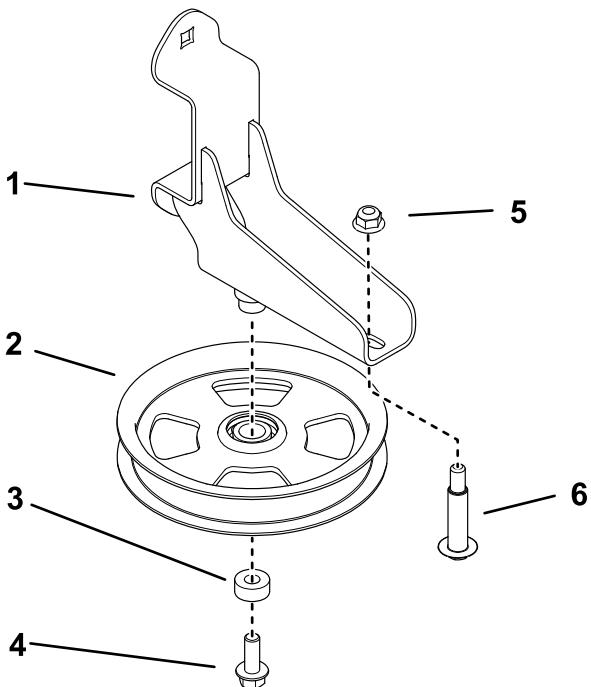

Figure 5
1. Fixez la poulie de tension sur la patte de montage à l'aide du boulon à tête hexagonale à embase et de l'entretoise (Figure 5). Serrez le boulon à un couple de 37 à 45 N·m (27 à 33 pi-lb).
- Fixez le boulon à épaulement sur la patte de montage avec un écrou (Figure 5). Serrez le boulon à un couple de 37 à 45 N·m (27 à 33 pi-lb).